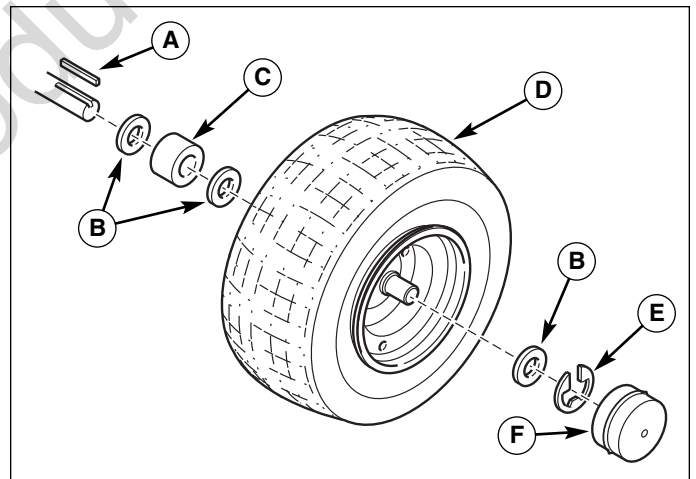

Figura 18. Piezas metálicas del eje trasero
5. Vuelva a instalar los componentes en orden inverso del desmontaje y baje la unidad. Asegúrese de que la llave (A, Figura 18) esté en su lugar en el chavetero del eje.